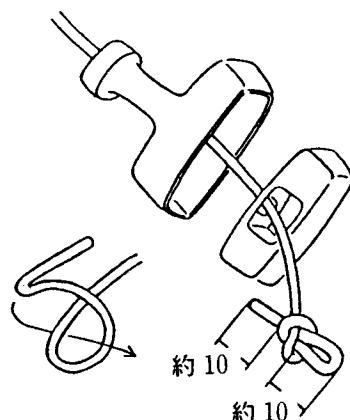

Fig 12-3
- (1) 最初にスタータロープをスタータノブに通してFig 12-3 の様に結んで、スタータノブ内に納めて下さい。